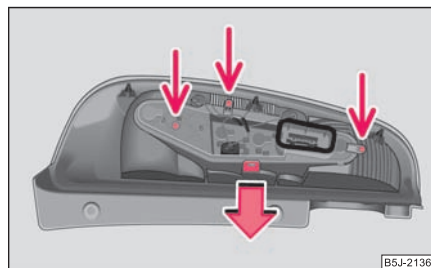

Fig. 214 Dépose de la partie centrale de la lampe
- Pour atteindre les ampoules, dévissez la partie centrale de la lampe et défaites le verrouillage ⇒ fig. 214.
- Revissez la partie centrale de la lampe sur le boîtier ⇒ page 232, fig. 214.